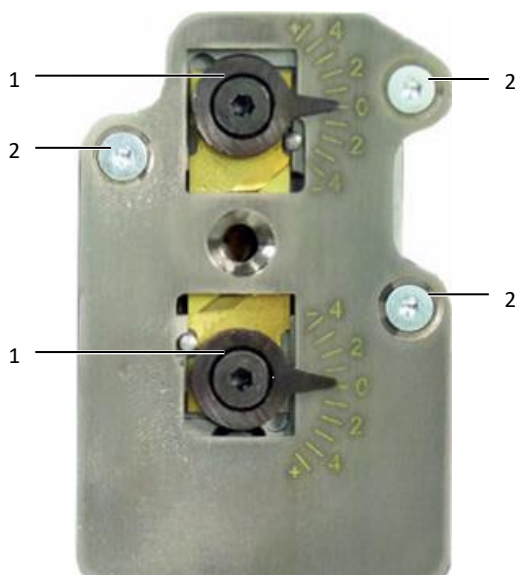

Fig. 30: Afisoleringsenhed
- Fjern de to excenterskruer (fig. 30, pos. 1) (nøgle med indvendig sekskant 2,5 mm).
- Løsn fastgørelsesskruerne (fig. 30, pos. 2) (nøgle med indvendig sekskant 2,0 mm), og fjern afdækningen.